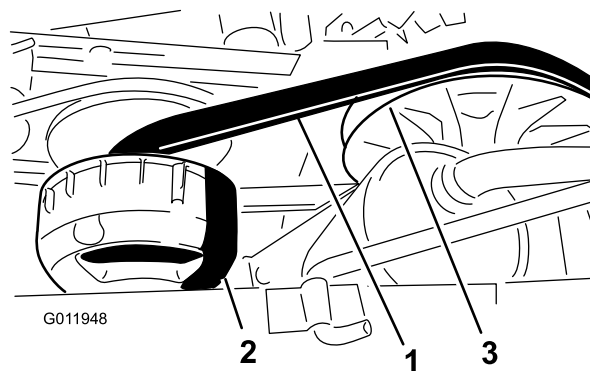

Рисунок 67
4. Проверните и осмотрите ремень (Рисунок 67) на наличие чрезмерного износа или повреждений.
3. Поверните и проложите ремень поверх вторичного сцепления (Рисунок 67).
4. Снимите ремень с главного сцепления (Рисунок 67).
5. Проложите новый ремень поверх главного сцепления (Рисунок 67).
6. Поверните и проложите ремень поверх вторичного сцепления (Рисунок 67).